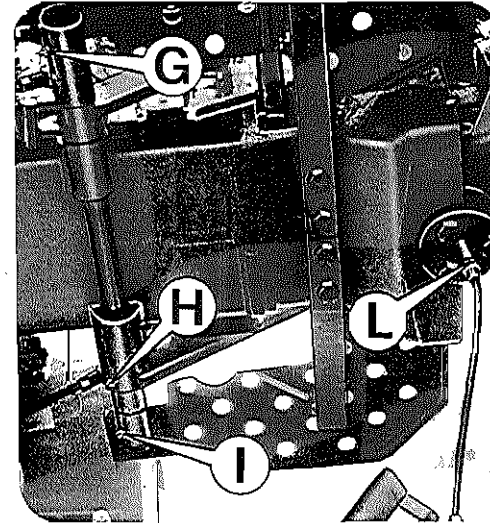

FIG. 38
- b - pedales: G-H-I, eje de articulación L (fig. 38)